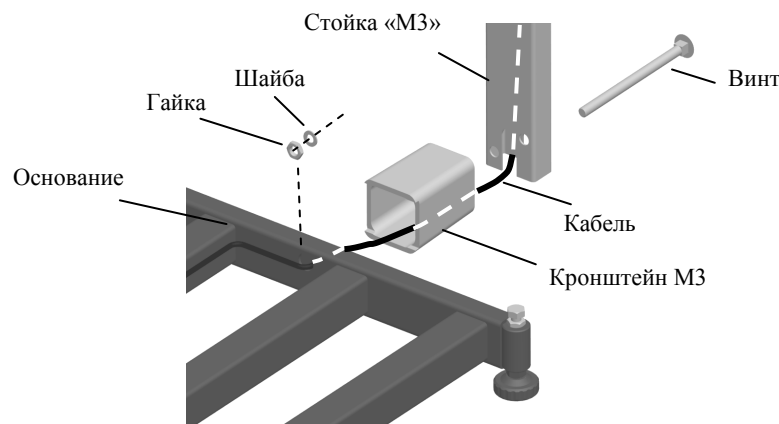

Рис. 5.3 - Крепление прямоугольной стойки к модулю ТВ-М_
- Протянуть кабель через кронштейн и стойку (Рис. 5.3).